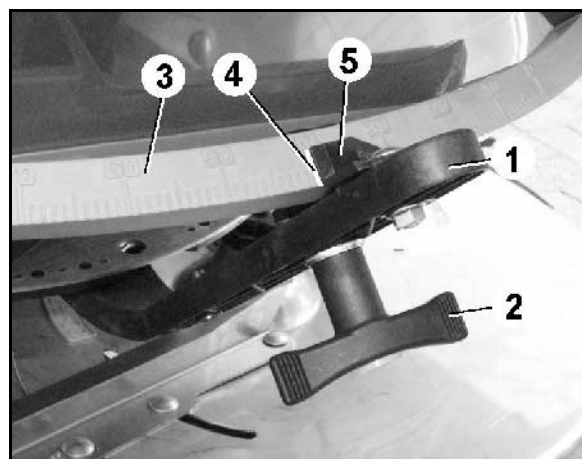

Рис. 11
Регулировка количества осуществляется при этом в соответствии с таблицей норм внесения удобрений с помощью регулировочного рычага (Рис. 11/1).
2. Открутите барашковую гайку (Рис. 11/2).
3. Найдите требуемое положение заслонки по шкале (Рис. 11/3).
4. Установите кант (Рис. 11/4) указателя (Рис. 11/5) на значение шкалы.
5. Снова затяните барашковую гайку (Рис. 11/2).